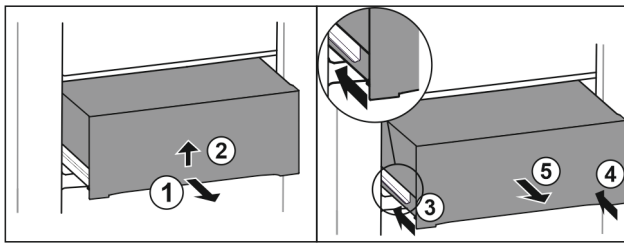

Fig. 45
- ▶ Extrageți pe jumătate sertarul. Fig. 45 (1)
- ▶ Ridicați sertarul de partea inferioară. Fig. 45 (2)
- ▶ Inserați șina din stânga. Fig. 45 (3)
- ▶ Inserați șina din dreapta. Fig. 45 (4)
- ▶ Extrageți sertarul spre înainte. Fig. 45 (5)